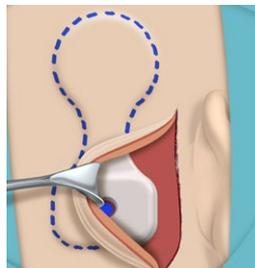

Fig. 12 : Vérification de la taille de la poche à l'aide du gabarit
4. Vérifiez à l'aide du modèle d'implant OSI200 si la taille de la poche est adéquate et si la position du vibreur est conforme au plan (Fig. 12).